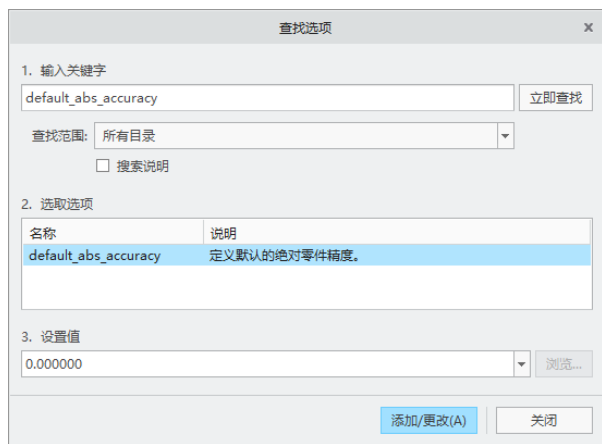

图 4-5 “查找选项”对话框
- (3) 单击“查找”按钮，系统弹出“查找选项”对话框，在“1.输入关键字”文本框中输入“default_abs_accuracy”，接着单击“立即查找”按钮，查找结果显示在“2.选取选项”列表框中，确保在该列表框中选择 default_abs_accuracy，如图 4-5所示，然后在“3.设置值”框中指定所需要的一个数值。